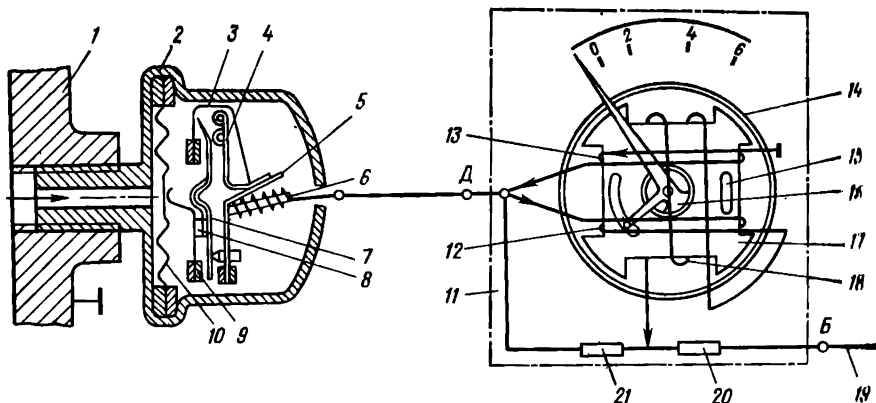

Рис. 204. Указатель давления масла и датчик:
**Указатель давления масла 11** (рис. 204) работает совместно с датчиком ММ358, установленным на картере коленчатого вала двигателя. Указатель 15.3810 состоит из трех проволочных катушек 12, 13 и 18, навитых на пластмассовую колодку 17 таким образом, что их электромагнитные поля пересекаются в центре колодки, где на подвижной оси помещены постоянный магнит 16 и стрелка. Сила тока, проходящего по катушкам, изменяется реостатом 6 датчика при отсутствии давления на мембрану 10 ползунок 5 занимает положение полного включения реостата и цепь катушек; при наличии давления мембрана 10 рычагом 9 передвигает рычаг 4 в сборе с ползуном 5, выводя таким образом из цепи катушек часть сопротивления реостата, сила тока в цепи катушек увеличивается, и стрелка указателя отклоняется на соответствующее давлению деление шкалы указателя.